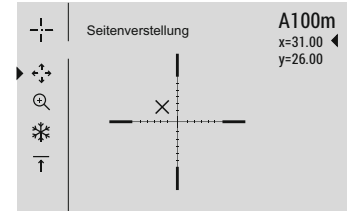

Abb.5
- Falls die Treffpunktlage mit der Zielpunktlage (mit Absehenmitte des Zielfernrohrs) nicht zusammenfiel, halten Sie die Taste **M (4)** gedrückt, um ins Hauptmenü zu übergehen.
- In der Bildschirmmitte erscheint ein Hilfskreuz , oben rechts erscheinen Koordinaten X und Y des Hilfskreuzes (s. Abb. 5).
- Halten Sie das Absehen im Zielpunkt und drücken Sie die Tasten **UP (3)** und **DOWN (5)** um das Hilfskreuz zu schieben, bis es mit dem Treffpunkt zusammenfällt.
- Um die Bewegungsrichtung des Hilfskreuzes von waagrecht auf senkrecht zu wechseln, drücken Sie kurz die Taste **M (4)**.